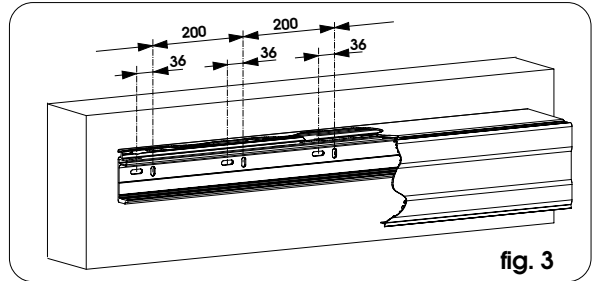

fig. 3
• Fixer la poutre d'abord au niveau d'une rainure verticale à une extrémité, et d'une rainure horizontale à l'autre extrémité (en utilisant des vis M8 et les tasseaux correspondants) et niveler parallèlement au sol. Réaliser une fixation centrale en soulevant avec force la poutre pour aligner les trois points de fixation. Réaliser ensuite les fixations restantes en alternant les rainures verticales et horizontales (fig. 3).